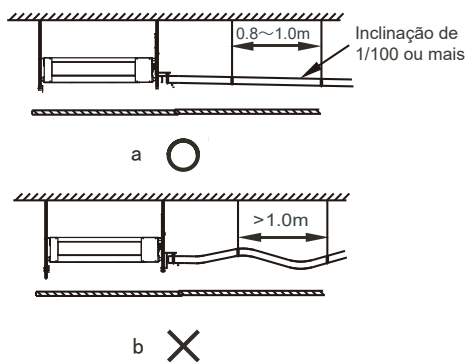

Figura 16
4. A fim de evitar o refluxo de água para o interior do ar-condicionado quando a operação for interrompida, o tubo de descarga de água deve ficar inclinado para baixo em direção à parte externa (lado de drenagem) com uma inclinação de mais de 1/100. Certifique-se de que o tubo de descarga de água não dilate nem acumule água, caso contrário, ocorrem ruídos estranhos. Consulte a Figura 16.
5. Ao conectar a tubulação de descarga de água, não aplique força quando puxar os tubos para evitar que as conexões do tubo de sucção de água se soltem. Ao mesmo tempo, defina um ponto de apoio a cada 0,8 a 1 m para evitar que os tubos de descarga de água flexionem. Consulte a Figura 16.